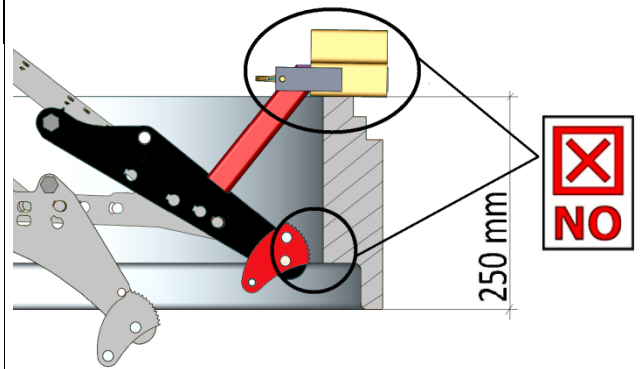

Bild 2
**Bild 2** zeigt einen Schachtring mit einer minimalen Bauhöhe von 250 mm mit falsch eingesetzten „Adaptersatz an Auflage von SVZ-UNI“ (4400.0079).